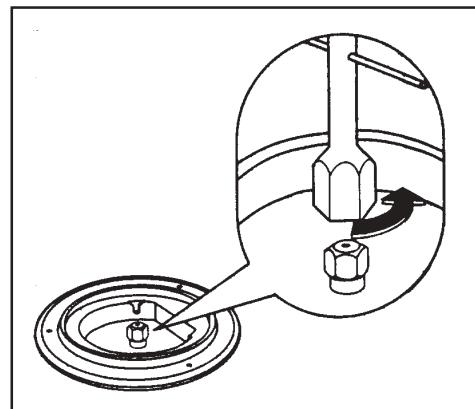

Fig. 7
- 3. Con una llave tubular de 7 mm. desenrosque y quite (Fig. 7) los inyectores, sustituyéndolos con los que correspondan al tipo de gas de funcionamiento (Véase tabla).